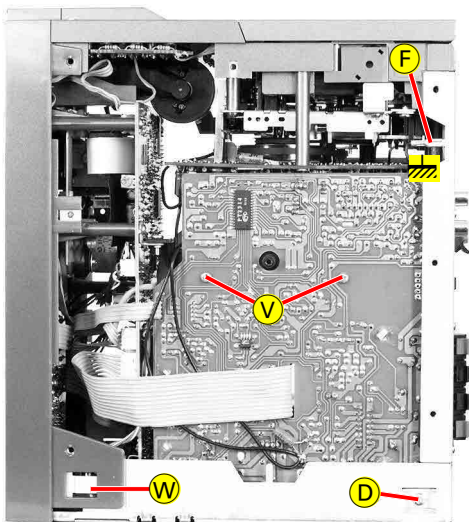

Fig. 3
- 6 Schrauben **D** (Fig. 3, 4, 5) herausdrehen.
- 2 Masseleitungen **F** (Fig. 3, 5) abziehen.
- Undo 6 screws **D** (Fig. 3, 4, 5).
- Unplug 2 ground connectors **F** (Fig. 3, 5).
- 2 Schrauben $\text{\textcircled{V}}$ (Fig. 3) herausdrehen.
- 2 Rastungen $\text{\textcircled{W}}$ (Fig. 3, 5) lösen.
- Undo 2 screws $\text{\textcircled{V}}$ (Fig. 3).
- Disengage 2 hooks $\text{\textcircled{W}}$ (Fig. 3, 5).